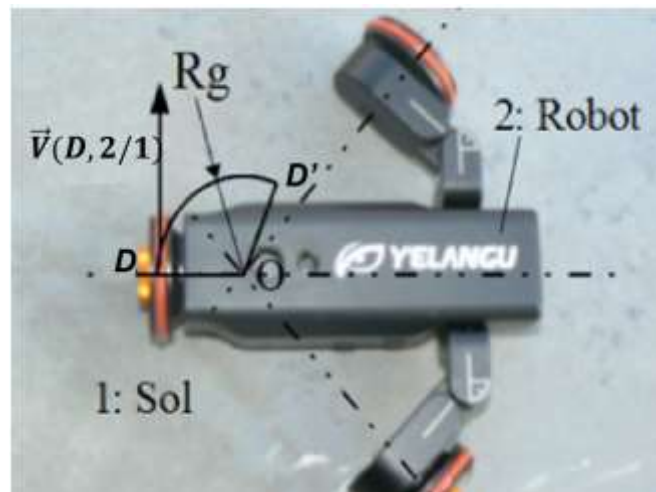

Figure 6 : réglage des bras du robot sans l'appareil photo
**Problématique :** on désire modifier le comportement du robot afin de réaliser des vues panoramiques (figure 6). La trajectoire du point D appartenant à l'axe de la roue/sol sera alors un arc de cercle (entre D et D') de centre  $O_1$ , avec une amplitude souhaitée de  $120^\circ$  et un rayon de giration faible ( $Rg = \text{distance}(D, O_1) = 20 \text{ mm}$ ). La durée souhaitée pour la prise de vue sur  $120^\circ$  est de 5 secondes. Le diamètre extérieur de la roue motrice vaut 37 mm.